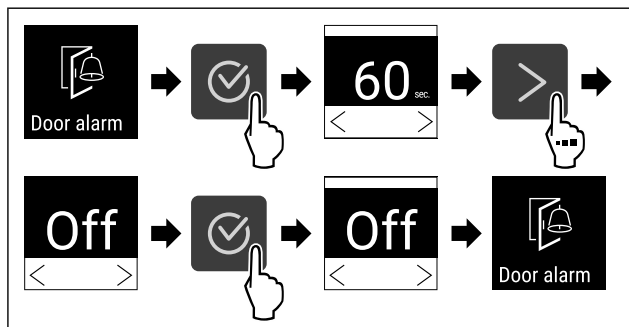

Fig. 88
- ▶ Eseguire i passi (vedere Fig. 88) .